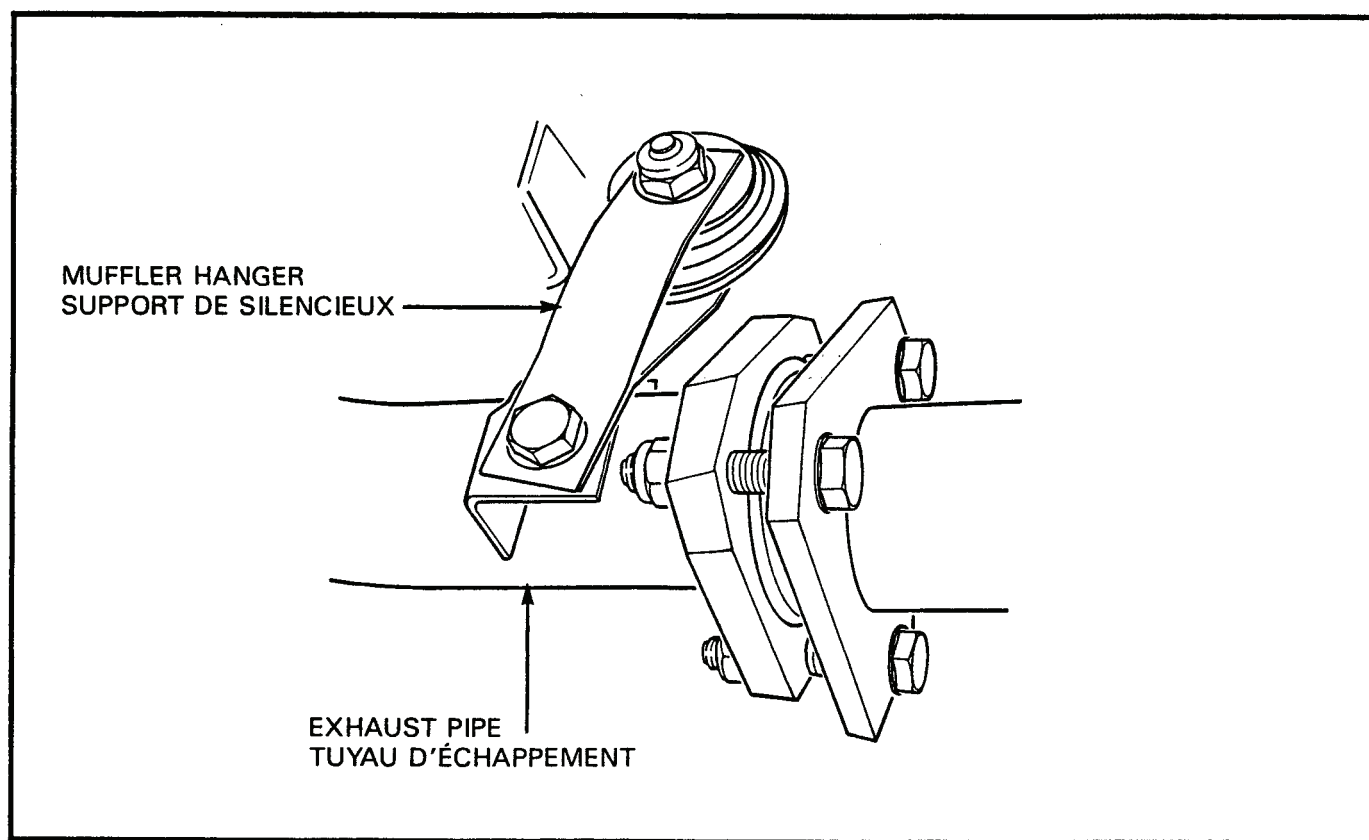

Figure 2-2-4 Muffler Hanger
g. Remove the nut and bolt from the muffler hanger, see Figure 2-2-4.	g. Enlever l'écrou et le boulon du support du silencieux, voir figure 2-2-4.